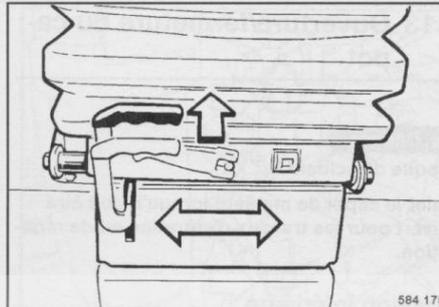

fig. 105
- Coulisser le siège** en tirant le levier (fig. 105) vers le haut pour déplacer le siège dans la position désirée.